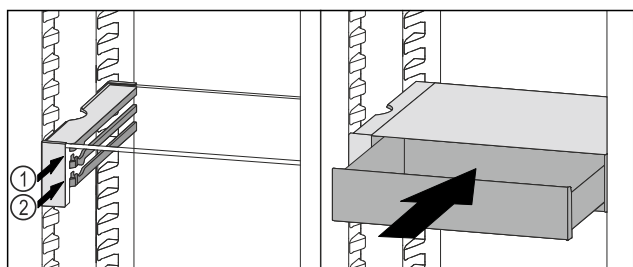

Fig. 157
- Vendosni sirtarin VarioSafe prapa ndaluesve në brinjën që dëshironi Fig. 157 (1) ose Fig. 157 (2).